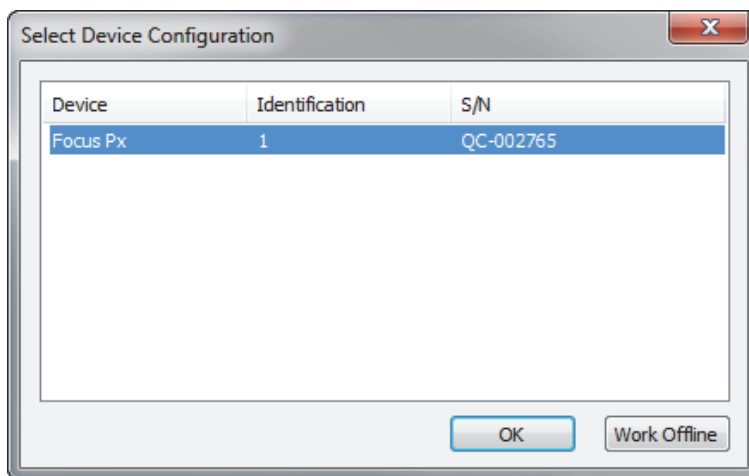

図 1-28 [Select Device Configuration] ダイアログボックスの例
6. **検査エディション**を起動すると、[Select Device Configuration] ダイアログボックスが表示されます（45 ページの図 1-28）。ダイアログボックスで、以下のいずれかを実行します。